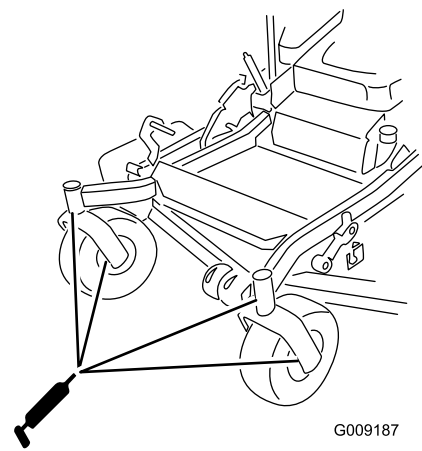

Bild 40
9. Ziehen Sie den Schmiernippel aus der Öffnung. Drehen Sie die Sechskantschraube und Staubkappe wieder ein (Bild 40).